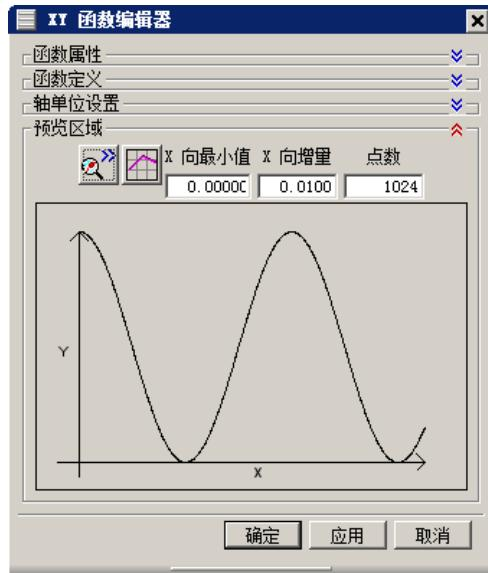

图 7.3.8 预览函数图形
- ⑤ 单击“XY 函数编辑器”对话框预览区域中的“预览”按钮，查看函数的图形，如图 7.3.8 所示。